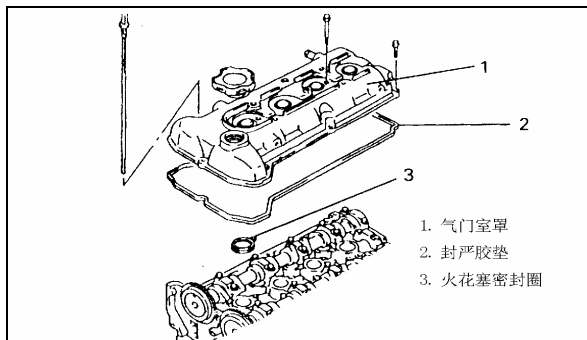

Рис. 4-16.
7). Снять крышку клапанной камеры в сборе, уплотнительную прокладку и свечные уплотнительные кольца, Рис. 4-16.